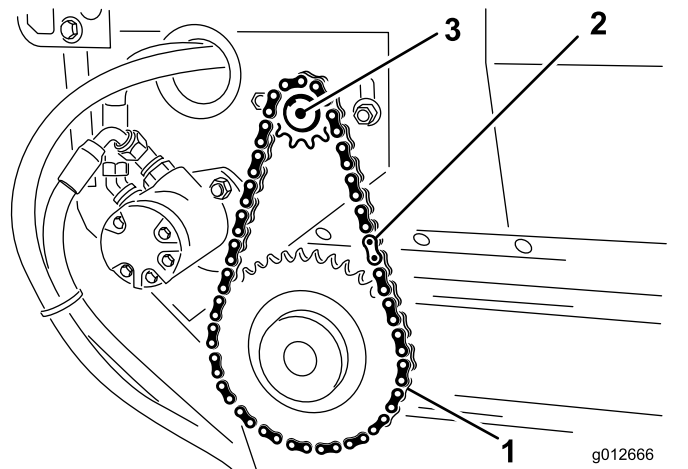

Figura 33
1. Montate la catena sulla ruota dentata piccola e fissate la catena con la falsamaglia (Figura 33).